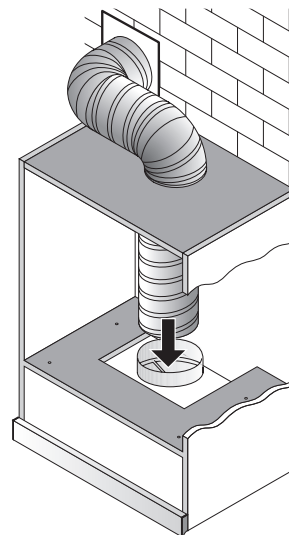

Рис. 6
4. Соедините воздуховод с адаптером вытяжки. (Рис. 6)